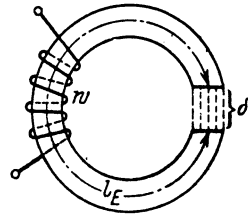

Abb. 60. Erläuterung zur Bestimmung von L bei einer Ringspule mit Luftspalt.
2. Ringspule aus Eisen und mit w Windungen bewickelt, jedoch ist ein Luftspalt von δ cm Länge vorhanden, wie Abb. 60 zeigt.